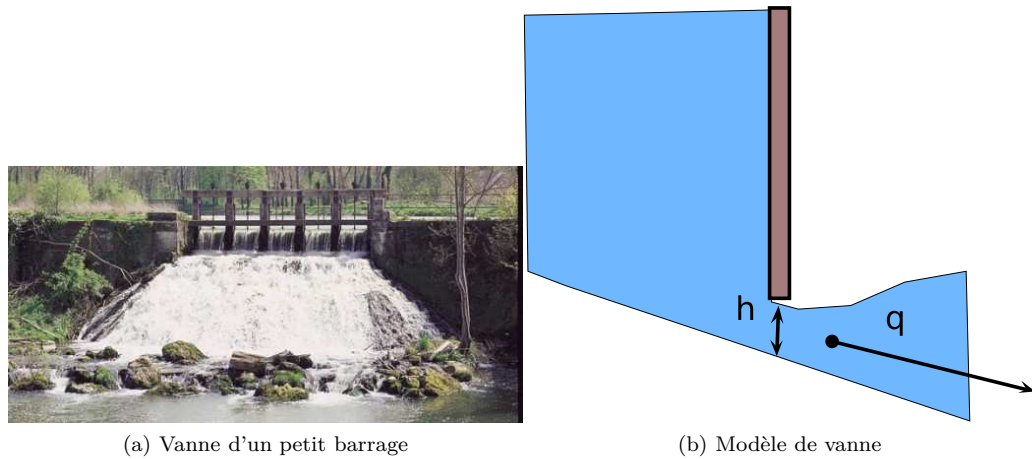

FIG. 1: Problème 1 : Vanne
1. Étudier la courbe de remous d'une vanne de $h_0 = 2\text{cm}$ de hauteur, d'un débit de $q = 0,1\text{m}^3\text{s}^{-1}$. On prendra une pente de $\theta = 0,8^\circ$ et un coefficient de Manning $K = 50\text{m}^{1/3}\text{s}^{-1}$ (figure 1).